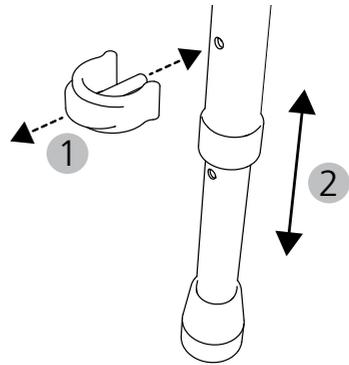

Abb. 3
1. Am Teleskopbein den Stift-Clip herausziehen (Abb. 3, 1).
2. Das Teleskopbein auf die gewünschte Länge einstellen (Abb. 3, 2). Innenrohr und Außenrohr dabei auf Lochdeckung bringen.
3. Den Stift-Clip wieder einstecken (Abb. 3, 1) bis die Klammer vollständig am Rohr eingerastet ist. Der Stift-Clip muss wieder sichtbar und spürbar aus der Bohrung austreten.